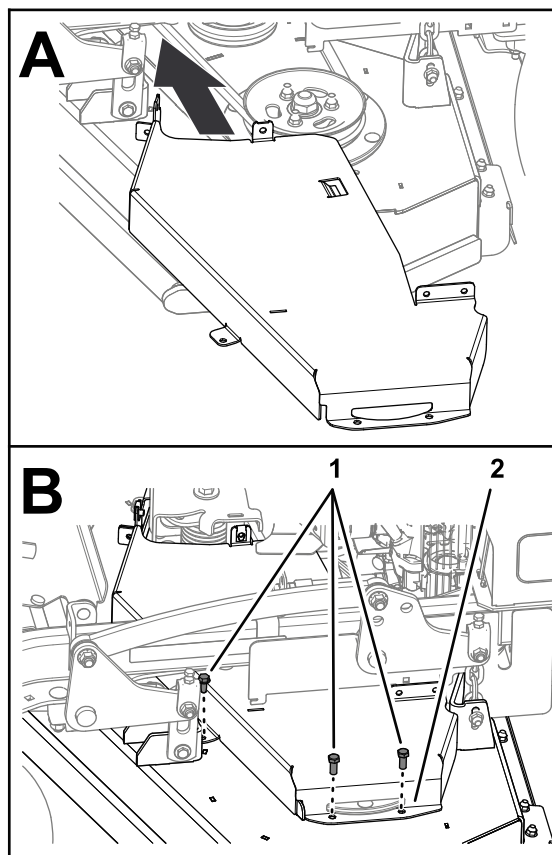

Figura 28
1. Monte la cubierta de la correa izquierda a la carcasa (Figura 28) con los 3 pernos que retiró en 3 *Retirada de la cubierta de la correa izquierda* (página 4).